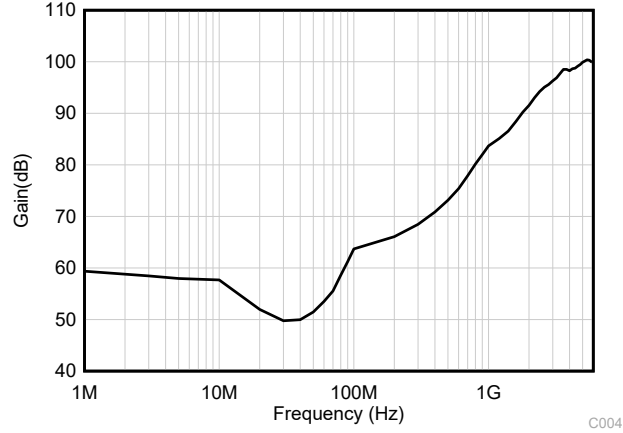

图 7-3. EMIRR 测试
OPAx991-Q1 使用集成电磁干扰 (EMI) 滤波功能来降低干扰源（如无线通信设备以及混合使用模拟信号链和数字元件的高密度电路板）产生的 EMI 效应。利用电路设计技术可以提高 EMI 抗扰度；OPAx991-Q1 可从这些设计改进中受益。德州仪器 (TI) 已经开发出在 10MHz 至 6GHz 扩展宽频谱范围内准确测量和量化运算放大器抗扰度的功能。图 7-3 展示了对 OPAx991-Q1 执行此测试的结果。表 7-1 展示了 OPAx991-Q1 在实际应用中常见特定频率下的 EMIRR IN+ 值。运算放大器的 EMI 抑制比应用报告包含了与运算放大器相关的 EMIRR 性能主题，该报告可在 [www.ti.com](http://www.ti.com) 上下载。